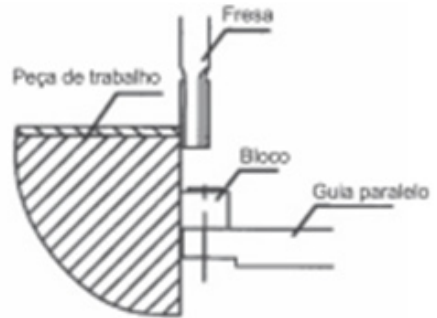

Fig. 11 – Cortes curvos
3. Durante o corte, certifique-se de que o bloco esteja tocando a face da peça que está sendo fresada conforme a Fig. 11.